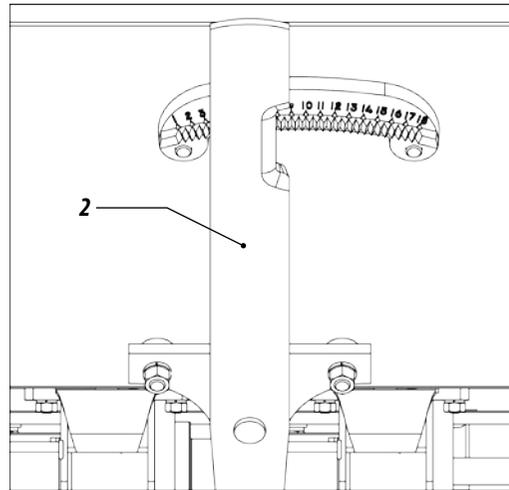

Figura 87
02 - La cantidad de semilla es regulada a través de la palanca (2) da FIGURA 87.